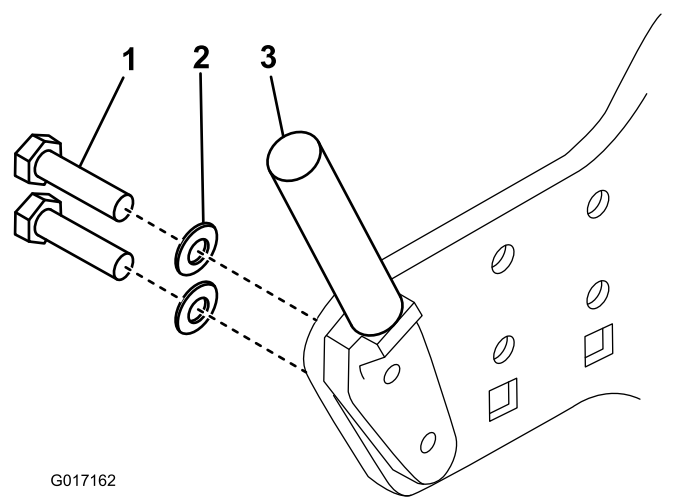

Рисунок 4
2. Снимите 2 болта и шайбы, которые крепят штангу крепления корзины для травы к левой боковой плите (Рисунок 4). Болты удалите в отходы, а шайбы сохраните.